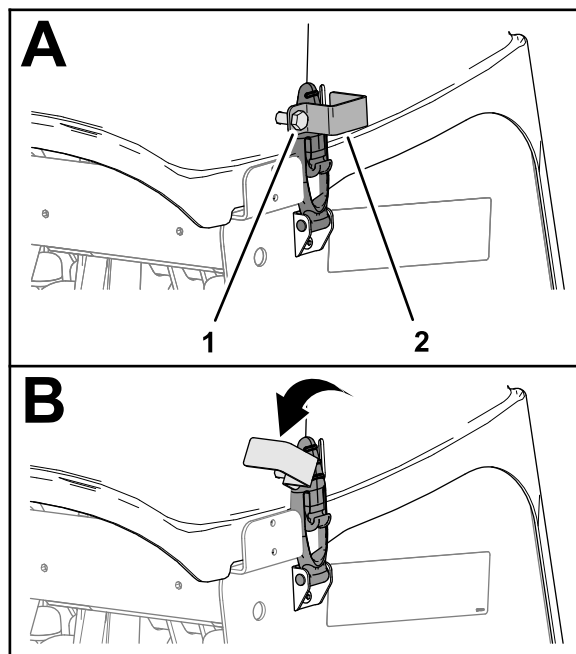

図 138
1. CE 向けラッチロック搭載マシンでは、ロックプレートのボルトをゆるめる。コアリングヘッドカバーの側面にあるスロットから抜けるまでボルトをゆるめる 図 138。
2. ロックプレートを回してラッチを吐露出させる 図 138。